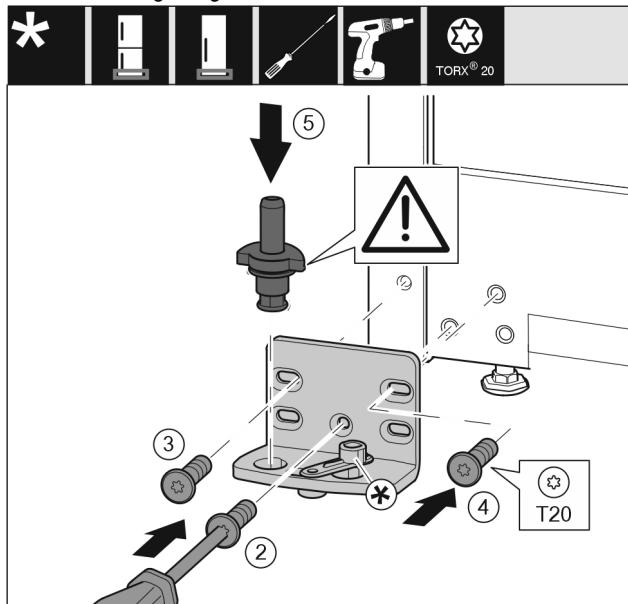

Fig. 14
- ▶ Ležajni podstavek namestite na drugo stran in privijte s pomočjo izvijača T20. Pričnите z vijakom 2 spodaj na sredini. Fig. 14 (2)
- ▶ Privijte vijke 3 in 4. Fig. 14 (3,4)
- ▶ V celoti vstavite ležajni sornik. Pri tem pazite na to, da je zaskočni zapah obrnjen nazaj. Fig. 14 (5)